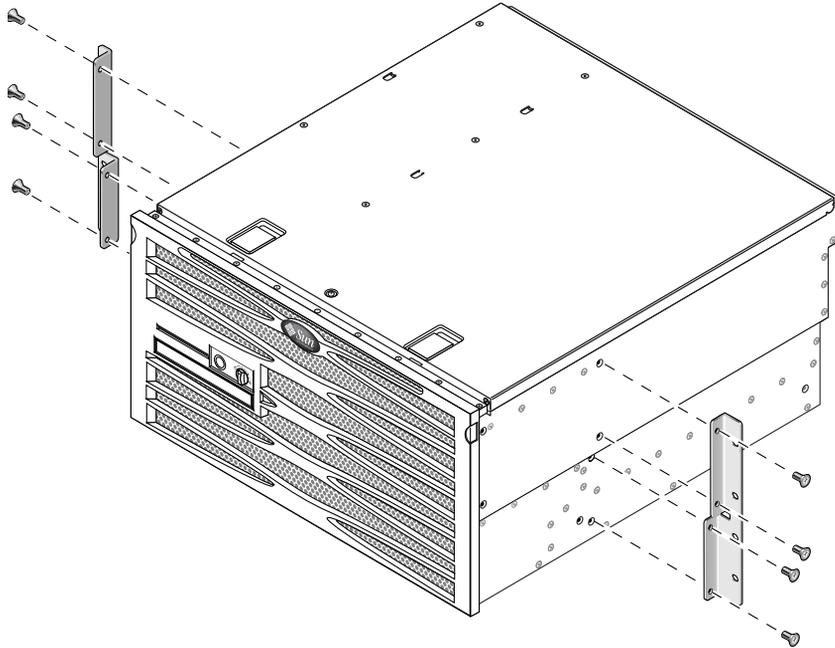

FIGURE 3-27 Fixation des supports latéraux sur le serveur
2. À l'aide de huit des vis cruciformes à tête cylindrique bombée M5 × 8 mm (quatre par support latéral), fixez les supports latéraux de part et d'autre du serveur (voir FIGURE 3-27).